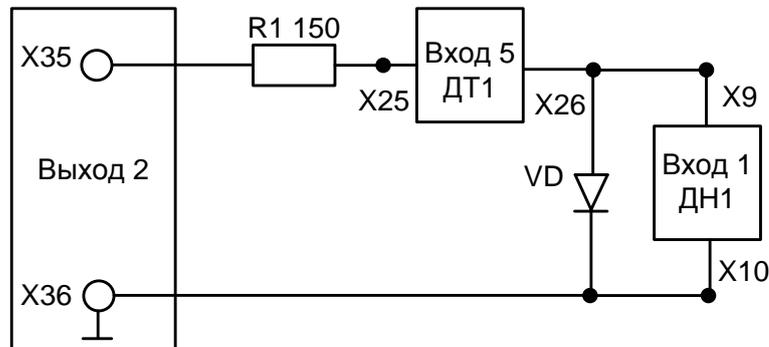

Рисунок 29
- а) Собрать схему для исследования выпрямительного диода на постоянном токе в соответствии с принципиальной схемой рис. 29. Для измерения анодного тока использовать вход 5 модуля ввода-вывода (гнезда X25 и X26
В собранной ранее схеме (рис. 29) заменить выпрямительный диод на диод Шоттки. Выполнить пункт для диода Шоттки. Сравнить ВАХ и параметры диода Шоттки с параметрами и ВАХ обычного выпрямительного диода.
В собранной ранее схеме (рис. 29) заменить диод Шоттки на минимодуль стабилитроном. Выполнить пункт для стабилитрона. Сравнить ВАХ стабилитрона и ВАХ обычного выпрямительного диода. По ВАХ определить напряжение стабилизации  $U_{cm}$  и дифференциальное сопротивление  $r_d$ , сравнить результаты.
Собрать схему для исследования прямой ветви ВАХ светодиода на постоянном токе (см. рис. 29), установив **токоограничивающий резистор  $R = 1\ кОм$  и светодиод.**